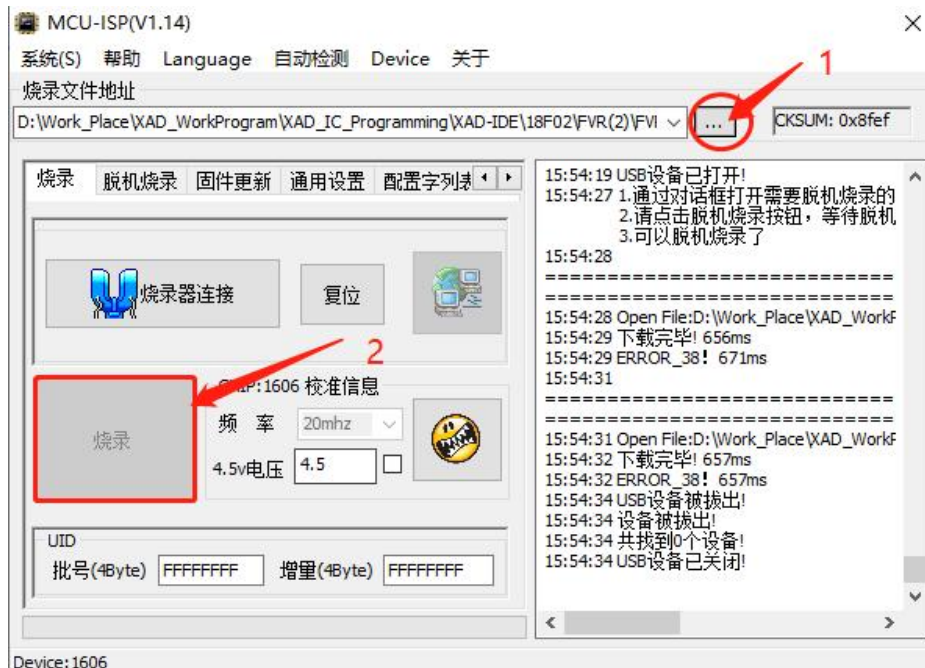

图 22. 在线烧录步骤
2.3.2.5: 按照图 22，在烧录选项卡界面，先选择要烧录的程序文件（HEX 文件），然后点击“烧录”，即可进行烧录操作。使用相同烧录器，再次烧录相同的程序文件给其它 1606 芯片时，只需要点击“烧录”按钮，无需再进行前两步的操作。